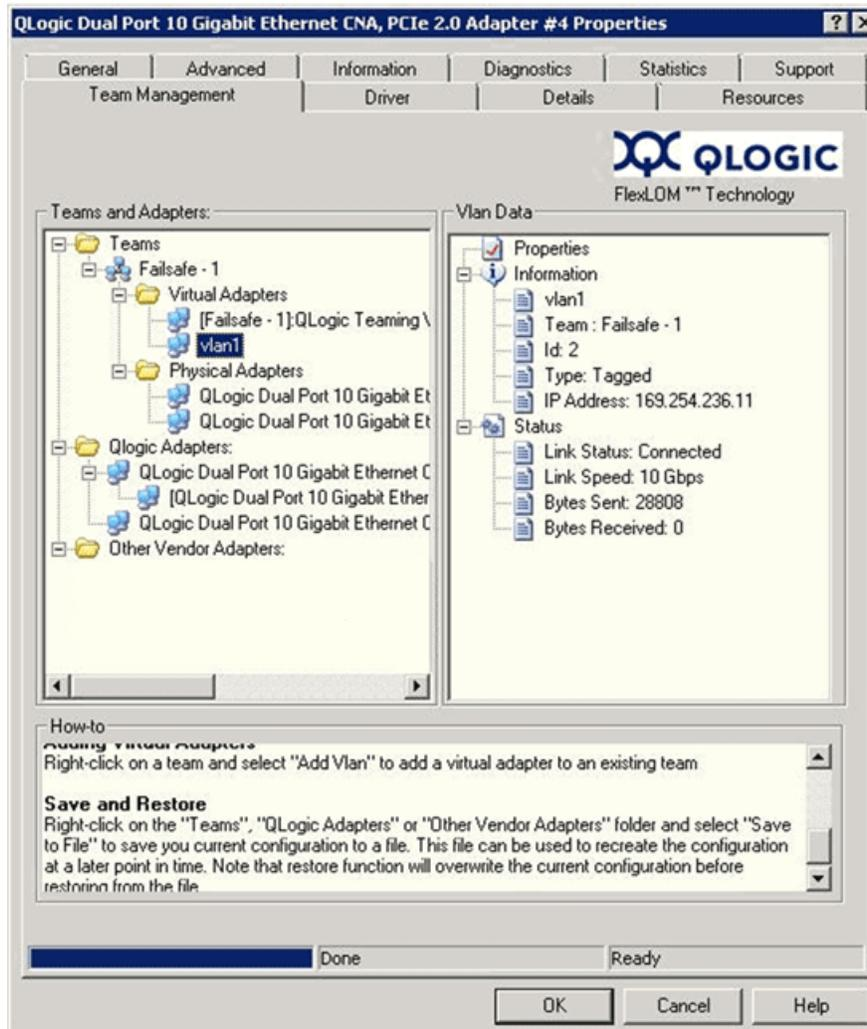

Figure 3-16. Affichage des propriétés des données de VLAN
4. Cliquez sur l'adaptateur virtuel ajouté pour afficher toutes les propriétés et les informations et l'état de l'adaptateur virtuel dans le volet **VLAN Data** (Données VLAN) (voir Figure 3-16).